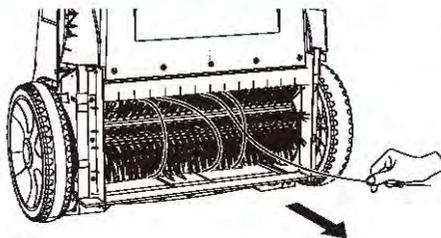

Рис. 1
6. Пожалуйста, избегайте подметания материала, похожего на длинную веревочную пряжу, чтобы избежать запутывания и повреждения щёток; как только это произойдет, пожалуйста, аккуратно вытяните данный тип мусора из основной щётки (рис. 1).